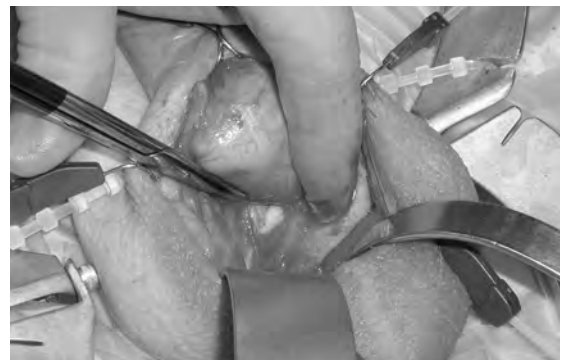

Figure 4-18.
7. La dissection franche des filets du fascia profond du pénis (fascia de Buck) reliant le corps carverneux divergeant au corps spongieux permet de mobiliser l'urètre. (**Figure 4-18**)